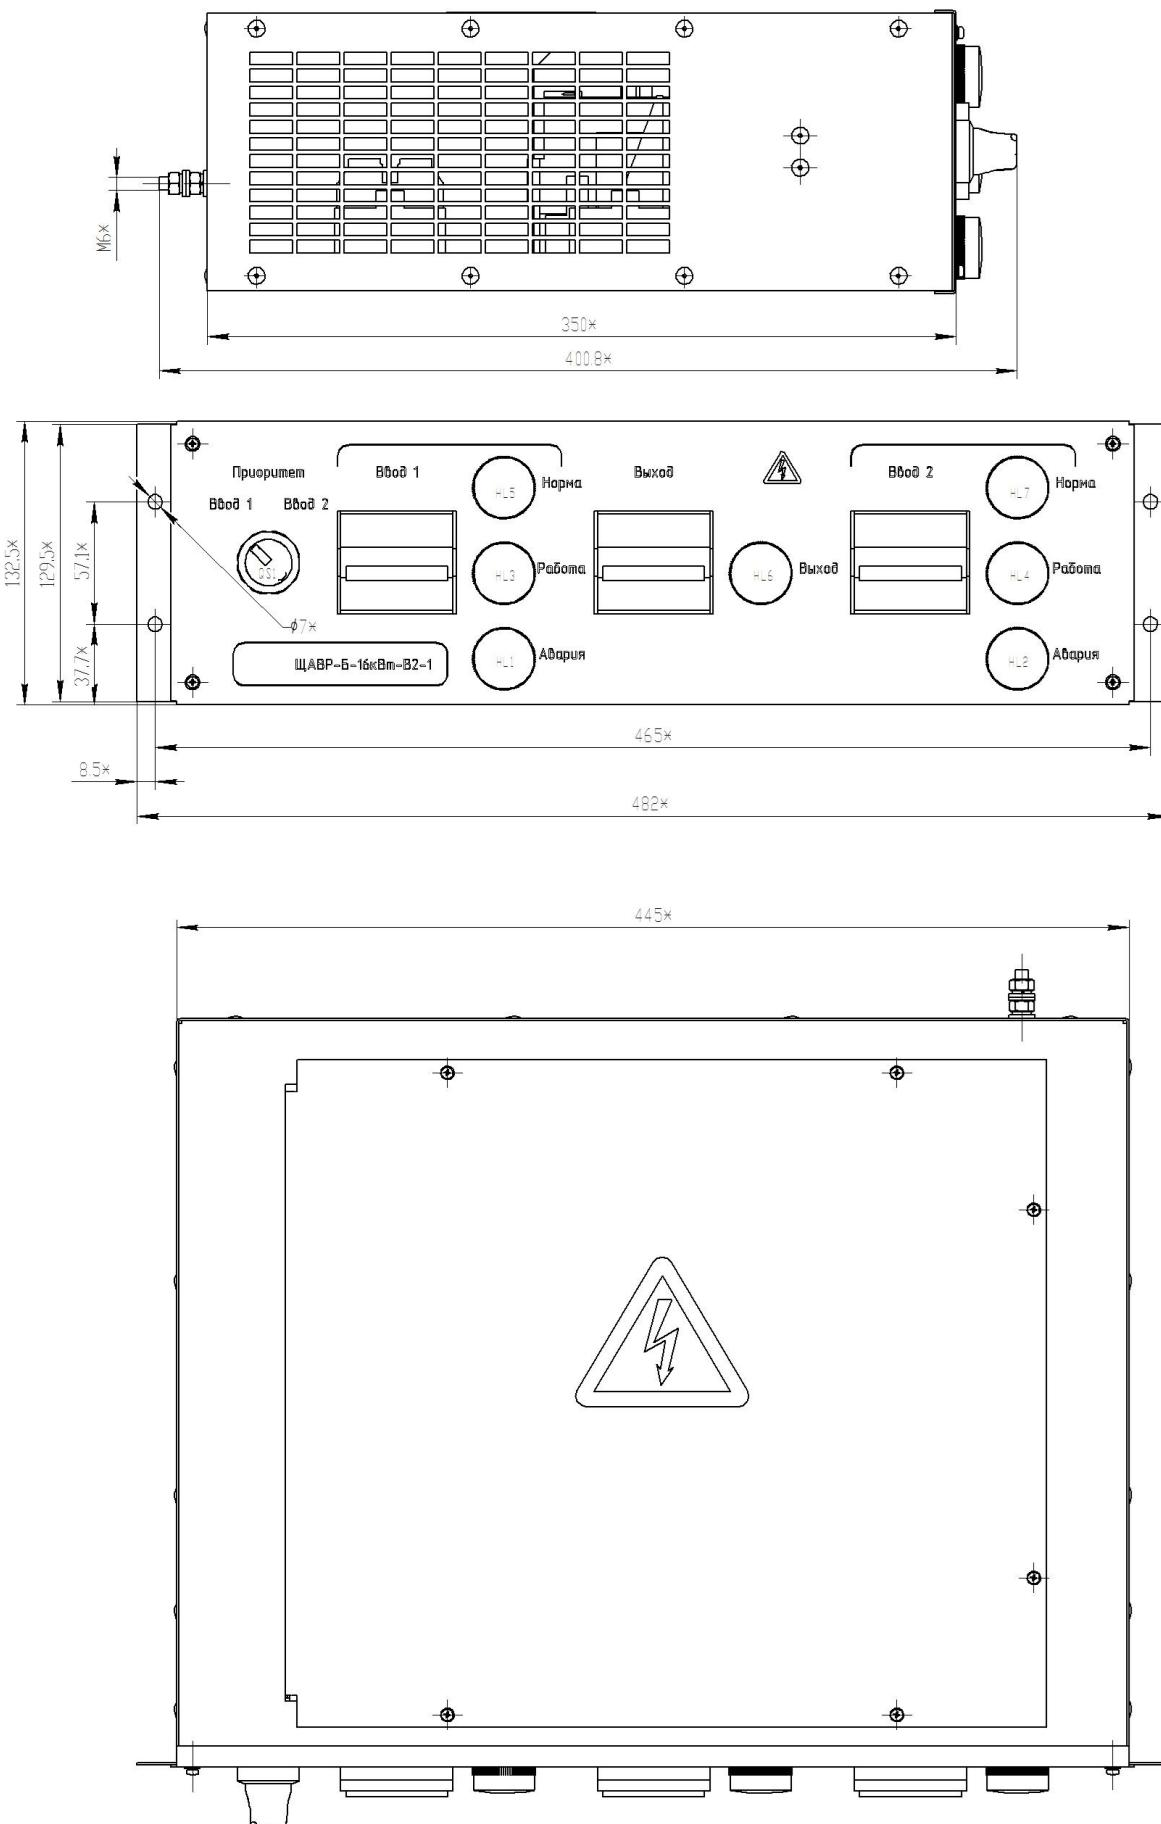

Рис.1. Габаритно-присоединительные размеры щита автоматического включения резерва ШАВР-Б-16кВт-В2-1.
3.2.4 Габаритно-присоединительные размеры щита указаны на рис. 1.